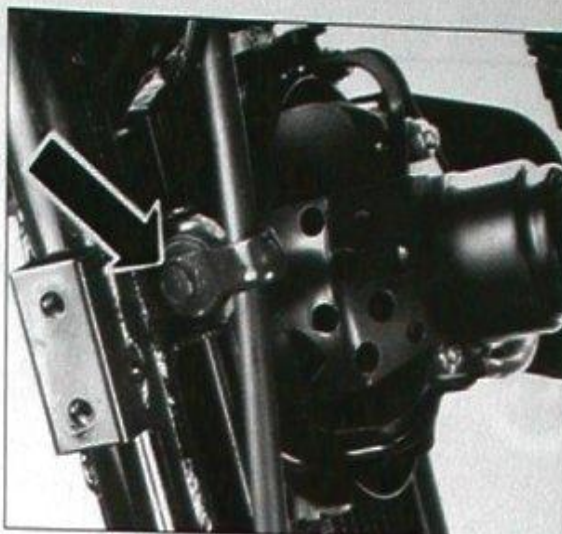

Bild 131
- Stecker vom Lüfterschalter ② abnehmen.
- Zwei Befestigungsschrauben ausdrehen und Kühler vom Rahmen abnehmen (Bild 131).